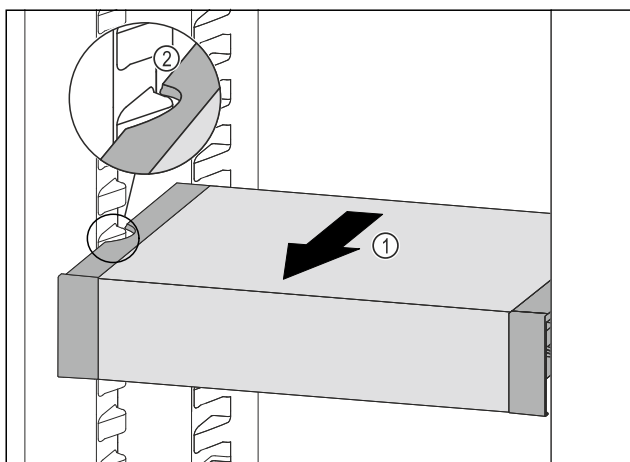

Fig. 92
- VarioSafe pociągnąć w przód Fig. 92 (1), aż boczne wycięcia szuflady VarioSafe będą się znajdować na wysokości żeber pojemnika w chłodziarce. Fig. 92 (2)